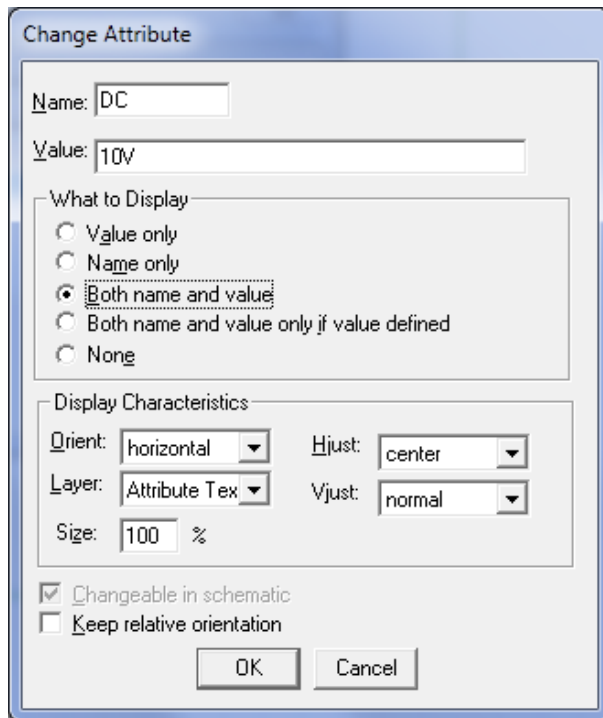

Рис. 12.17. Діалогове вікно **Change Attribute**
30) Для того, щоб у разі потреби відобразити на схемі атрибут 10V, ви повинні ще раз відкрити діалогове вікно атрибутів джерела напруги VDC (див. вище). У правому верхньому кутку вікна ви побачите кнопку **Change Display** (Змінити екран). Натиснувши по ній, відкрийте діалогове вікно **Change Attribute** (Змінити атрибути), див. рис. 12.17 - де вказується, які атрибути слід відображати на кресленні. У цьому вікні можна відкоригувати атрибут, який був вибраний (маркований синім кольором) в центральному вікні атрибутів. Атрибути, помічені зірочкою (\*), не піддаються обробці у вікні **Change Attribute**.